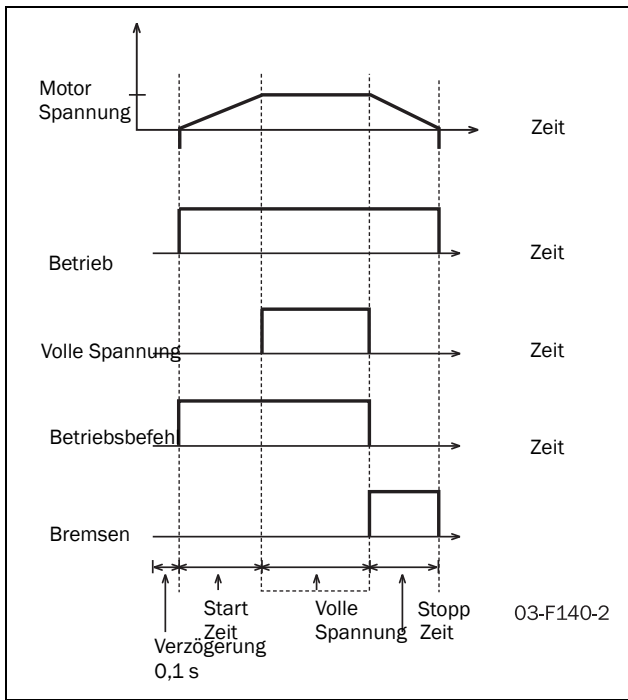

Abb. 61 Die Relaisfunktionen für Betrieb, Betriebsbefehl und volle Spannung.
Die Relais können zur Steuerung der Hauptschütze oder eines Bypass-Schützes verwendet werden oder zur Anzeige von Alarmbedingungen. Wie in Abb. 61 umseitig dargestellt, sollte die Einstellung für Betrieb (Alternative 1) gewählt werden, um das Hauptschütz sowohl während Start, Betrieb mit voller Spannung als auch Stopp zu aktivieren. Wenn ein Bypass-Schütz verwendet wird, kann dies mit einem Relais mit der Einstellung Volle Spannung (2) gesteuert werden. Die Einstellungen Betriebsbefehl (5) und Bremsen (4) werden verwendet, wenn Gegenstrombremsung als Stoppmethode gewählt ist. In diesem Fall muss ein Relais für Betriebsbefehl konfiguriert werden und wird das Hauptschütz während des Starts und während des Betriebs mit voller Spannung steuern. Ein weiteres Relais muss für Bremsen konfiguriert werden und wird das Schütz mit entgegengesetzter Phasenfolge während der Bremsung steuern. Aus Sicherheitsgründen wird das für Bremsen konfigurierte Relais erst nach einer Zeitverzögerung von 500 ms nach der Deaktivierung des für Betriebsbefehl konfigurierten Relais aktiviert.